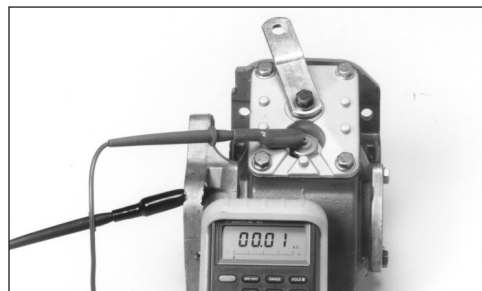

Fig. 24
3. Accione el dispositivo de activación y el medidor o la luz se deben activar cuando el engranaje de la PTO se embrague (Fig. 24).